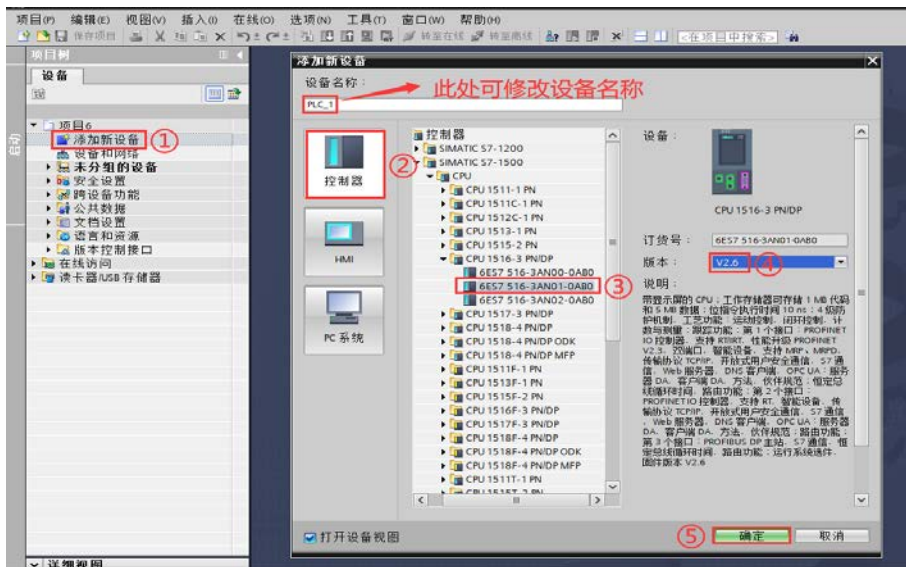

图 3.2 添加新设备
2. 在【新手上路】界面点击【打开项目视图】，在项目视图界面双击【添加新设备】打开其窗口，选择添加新设备菜单，填写设备名称，并依据产品订货号选择相应控制器（同时要注意设备的版本号，版本号必须等于或小于 CPU 实际版本号），点击【确定】按钮，如图 3.2 所示。